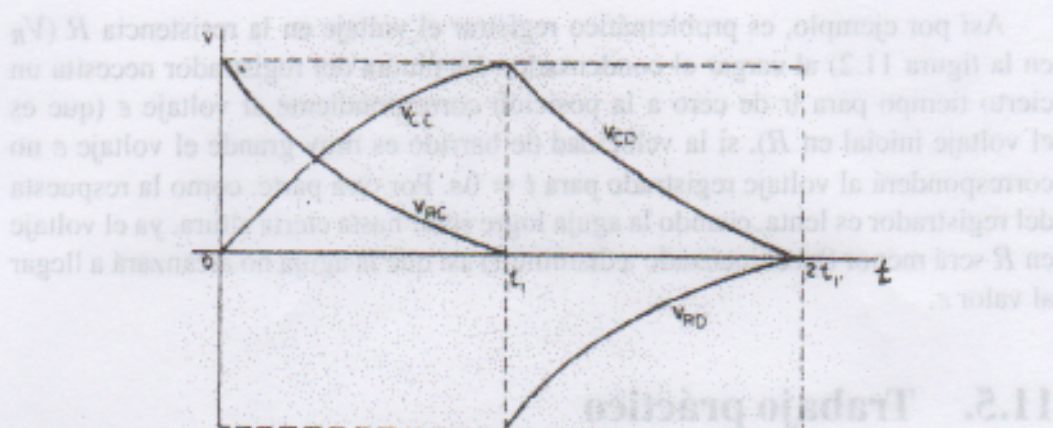

Figura 11.5: Curvas características de  $V_C$  y  $V_R$  en los procesos de carga y descarga del condensador.
5. Verificar las siguientes gráficas teóricas (figura 11.5) realizando el experimento respectivo: